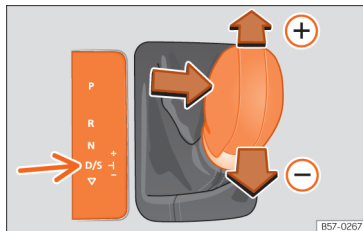

Fig. 99 Maneta în poziția Tiptronic
- Deplasați maneta înainte (+) sau înapoi (-), pentru a trece într-o treaptă superioară sau inferioară »» fig. 99.